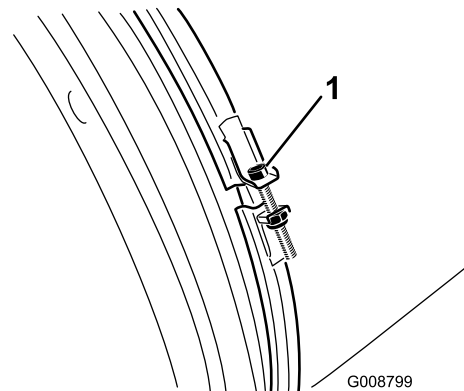

Figura 48
2. Verificate la presenza di segni di danneggiamento o di usura sul morsetto dell'ugello del soffiatore (Figura 48).
3. Controllate il morsetto dell'ugello del soffiatore giornalmente per accertarvi che sia serrato (Figura 48).